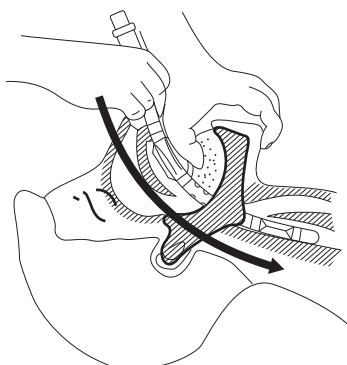

図3.挿入方法-2
6. 湾曲した本品の内側を顎側に向けるようにして指先で軽く持ち、患者の口腔内にゆっくりと挿入する。口腔内の右壁面に本品先端を沿わせるように挿入すると、よりスムーズに挿入可能である。(図3)